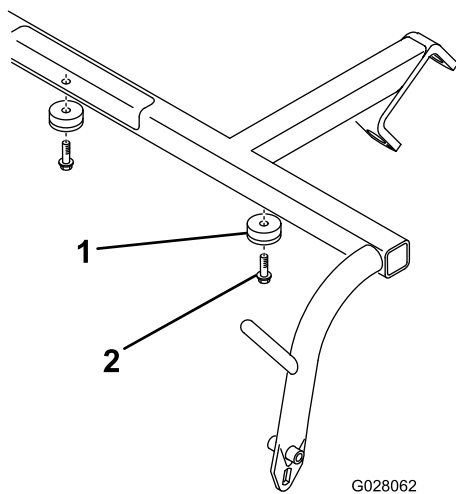

Figura 2
2. Montate i 2 paraurti incassati sul lato inferiore di ciascun tubo incrociato del telaio di trazione con 2 viti autofilettanti a testa piana (Figura 2).